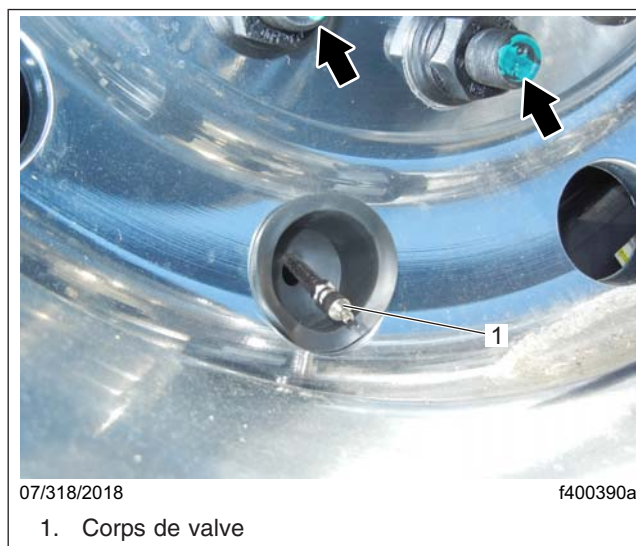

Fig. 11, Marquage des goujons de roue
5. Faites une marque sur les deux goujons de roue les plus proches du corps de valve, comme illustré sur la **figure 11**, pour faciliter le positionnement correct de l'ensemble de roue lors de sa remise en place sur le moyeu.